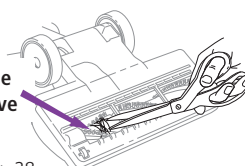

Fig. 28
- 2 Inspectez l'ouverture qui se trouve en-dessous et la brosse rotative. Si une accumulation de débris est présente, la retirer. À l'aide de ciseaux, coupez soigneusement tous fils enroulés autour de la brosse rotative. Évitez d'endommager ou de couper les soies. (Fig. 28)